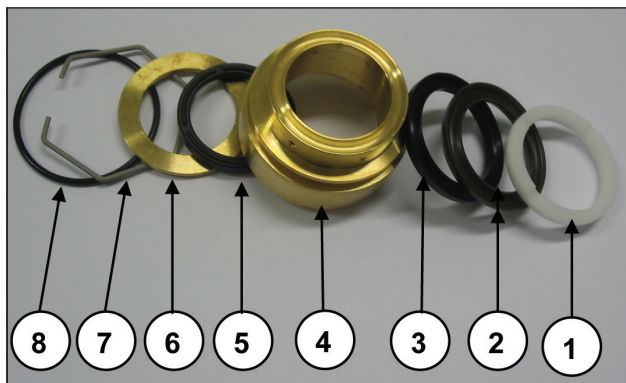

Fig. 44
Prestare attenzione all'ordine di smontaggio del pacco guarnizioni come indicato in Fig. 44 composto da:
- B) Lubrificare i componenti ②③⑤ (Fig. 44) con grasso al silicone Tipo OCILIS cod. 12001600; tale operazione è ritenuta necessaria anche per facilitare l'assestamento del labbro delle tenute sul pistone.